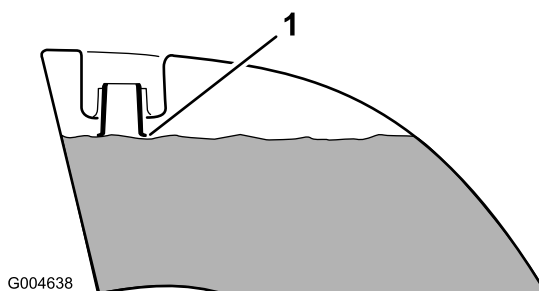

図 9
4. 両方の燃料タンクに、上面から約 25mm 下まで燃料を補給する (図 9)。入れすぎないように注意すること。